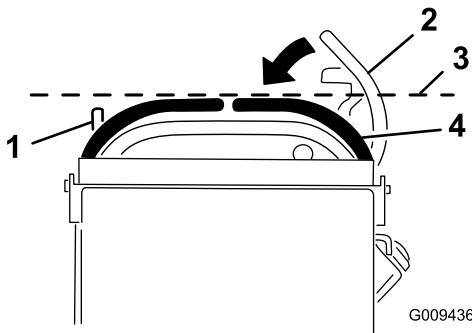

Figure 69
3. Abaissez les leviers de commande de déplacement hors de la position de VERROUILLAGE AU POINT MORT (Figure 69).
4. Vérifiez si le levier de commande de déplacement droit s'aligne horizontalement sur le levier de commande de déplacement gauche (Figure 69).